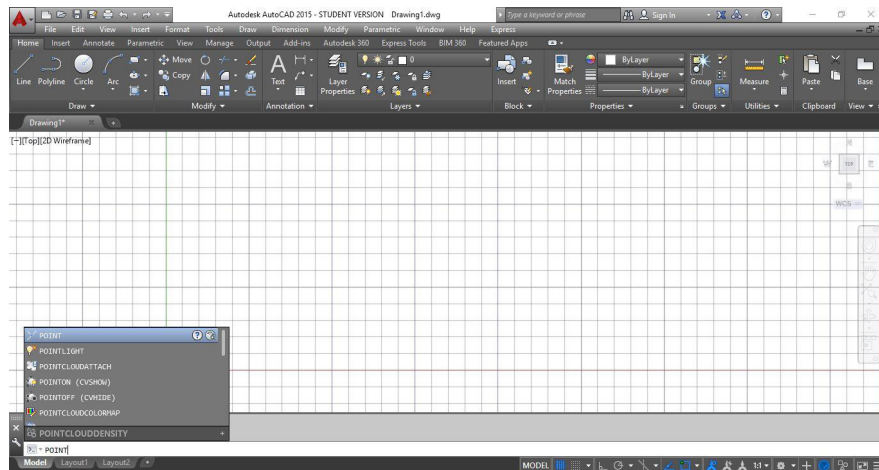

Figura 81 – Comando *POINT*
- Digite o comando *Point* na barra de comando do AutoCAD e pressione *Enter* (Figura 81);